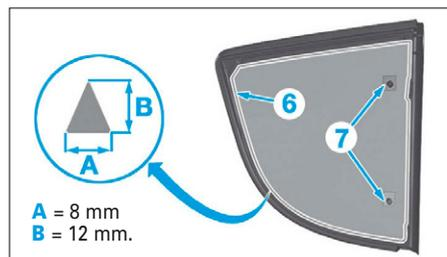

FIG. 10
- Tailler la buse en section triangulaire pour obtenir un cordon de colle de largeur "A" et de hauteur "B" (Fig.10).